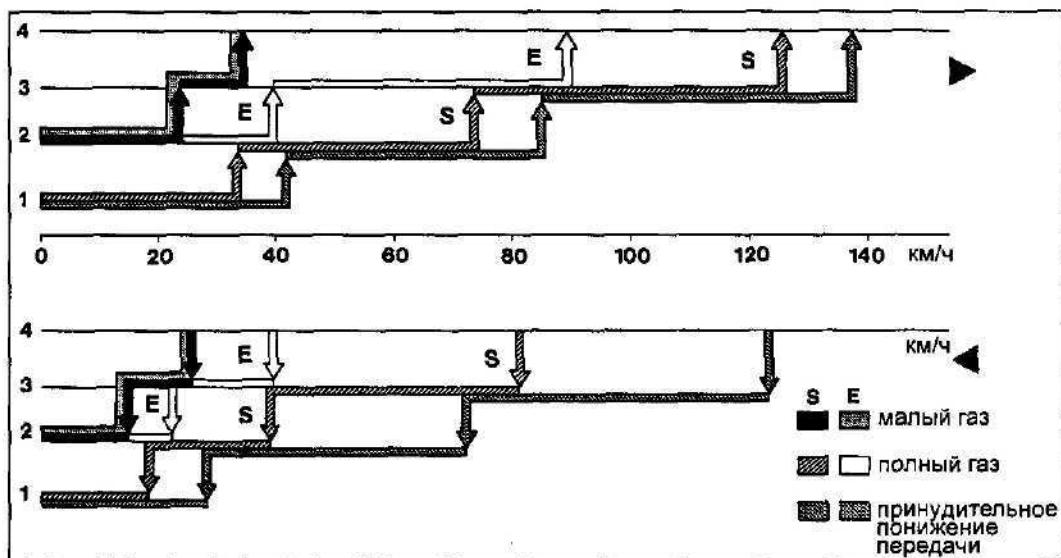
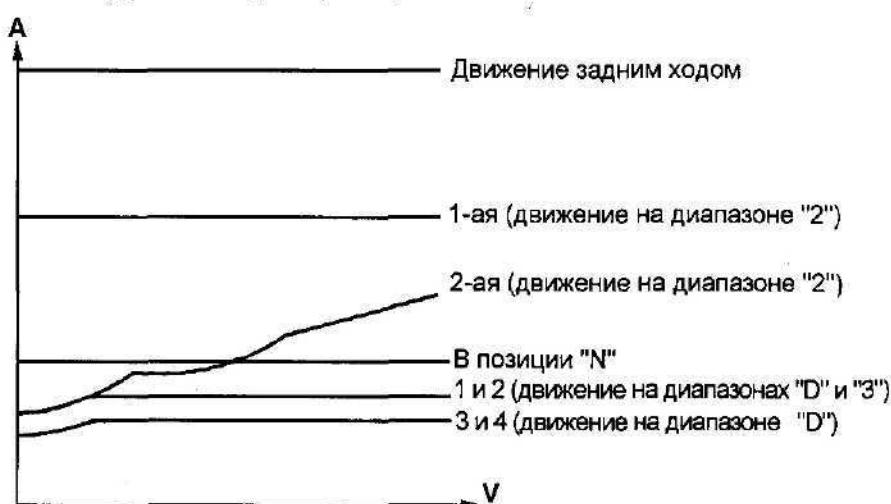

Рис. 4. Примерные диаграммы переключения передач для программ S и E.
Рис. 6. Зависимость рабочего давления (A) от скорости транспортного средства (V).
В систему регулирования рабочего давления (рис. 4 цв.) входят следующие элементы:
- двухпоточный шариковый клапан (14);
- двухпоточный шариковый клапан (15);
- предохранительный клапан (25);
- обратный клапан (81).
Клапан (26) (рис. 4 цв.) предназначен для регулировки величины рабочего давления, которое изменяется следующим образом:
Клапан (16) (рис. 4 цв.) предназначен для редуцирования основного давления, которое используется для формирования требуемой величины рабочего давления при малых значениях давления модулятора (M2). Оно редуцируется либо из рабочего давления на первой передаче (A1/AR), либо из давления скоростного регулятора (S2/R) и подается в камеру с пружиной клапана (26) вместо давления модулятора.
Рабочее давление на передаче заднего хода (AR) через двухпоточный шариковый клапан (15) подается к клапану регулирования основного давления (16) и далее через кольцевую канавку (e) и двухпоточный шариковый клапан (14) попадает в камеру с пружиной клапана регулирования рабочего давления (26) (рис. 4 цв.). Кроме того, оно попадает в кольцевую канавку (c) клапана регулирования основного давления (16) и давит на его плунжер, стремясь переместить его влево. Этому противодействует пружина. При определенном значении основного давления плунжер начинает перемещаться влево, перекрывая тем самым кольцевую канавку (e) подвода давления (AR) к клапану регулирования основного давления (16). Это вызовет падение основного давления и перемещение под воздействием пружины плунжера вправо.
Кольцевая канавка (e) открывается, и основное давление начинает вновь увеличиваться и т.д. Следует отметить, что на передаче заднего хода давление в кольцевую канавку (d) клапана (16) и кольцевые канавки (f) и (m) клапана (26) не подается. Таким образом, на передаче заднего хода обеспечивается максимальное и постоянное рабочее давление (рис. 6).
Формирование рабочего давления осуществляется точно так же, как и на передаче заднего хода (рис. 6), только с некоторыми отличиями:
При увеличении скорости движения автомобиля давление скоростного регулятора поднимается и оно, переключая двухпоточный клапан (14), попадает в камеру с пружиной клапана (26) (рис. 4 цв.). Сила давления скоростного регулятора в кольцевой канавке (c), при отсутствии рабочего давления в кольцевых канавках (e) и (d), перемещает плунжер клапана (16) в крайнее левое положение (положение регулирования). Клапан (26) осуществляет регулировку рабочего давления, реагируя на изменение давления скоростного регулятора в камере с пружиной (рис. 6).
Формирование рабочего давления осуществляется точно так же, как и в предыдущем случае (рис. 6), только с некоторым отличием:
Формирование рабочего давления осуществляется точно так же, как и в предыдущих двух случаях (рис. 6), только с некоторым отличием:
На рисунке 7 приведена диаграмма регулирования рабочего давления при максимальном открытии дроссельной заслонки, т.е. при максимальном давлении модулятора. При уменьшении давления модуляции кривые будут располагаться несколько ниже. Давление модулятора M2 определяется величиной разряжения во впускном коллекторе двигателя. Это давление попадает в кольцевую канавку (f) двумя способами: через двухпоточный шариковый клапан (14) и жиклер (b) (рис. 4 цв.).
Давление системы смазки (SR) формируется в клапане (26), регулирующим рабочее давление, и имеет небольшую величину. Из этого клапана поток масла попадает в гидротрансформатор и затем через радиатор коробки передач подается в картер коробки передач (рис. 6 цв.). Через специальные каналы и сверления в картере коробки передач, валах и зубчатых колесах оно поступает ко всем трущимся элементам для их смазки и охлаждения. Такая циркуляция масла в системе смазки обеспечивает температуру автоматической коробки передач в допустимых пределах.
На 4-ой передаче (прямая передача, на которой вся коробка заблокирована), ленточный тормоз В2 не используется и давление в камеру с пружиной переключающего клапана (35) не поступает (рис. 6 цв.). В этом случае давление в системе смазки, действующее на верхнюю торцевую поверхность поршня переключающего клапана (35), отжимает его, и часть масляного потока системы смазки сбрасывается обратно во всасывающую магистраль основного насоса. Это сделано потому, что для смазки заблокированной коробки передач требуется гораздо меньшее количество масла.